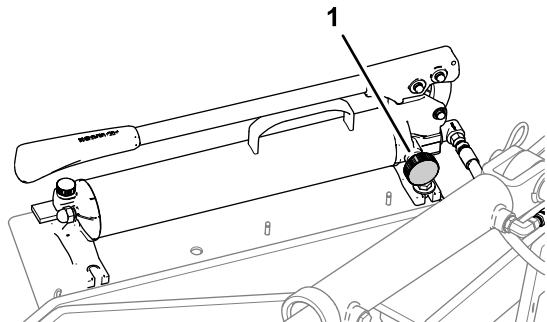

Рисунок 21
1. Закройте клапан в основании ручного гидравлического насоса (Рисунок 21) и покачайте ручкой насоса до тех пор, пока стопорный штифт не будет вращаться в кронштейне стопорной штанги.
6. Закройте клапан ручного гидравлического насоса (Рисунок 21) и покачайте ручкой насоса, чтобы поднять аэратор в положение транспортировки.